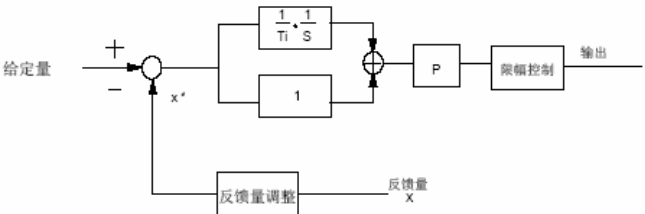

图 5-7 PI 调节原理框图
- 比例增益（P）和积分时间（Ti）如图 5-7 所示，采样周期是指对反馈量 x 的采样时间。图中的 Ti 为积分时间。Ti 越大，系统响应越慢；Ti 越小，系统响应越快，但易振荡。比例增益 P 反之。